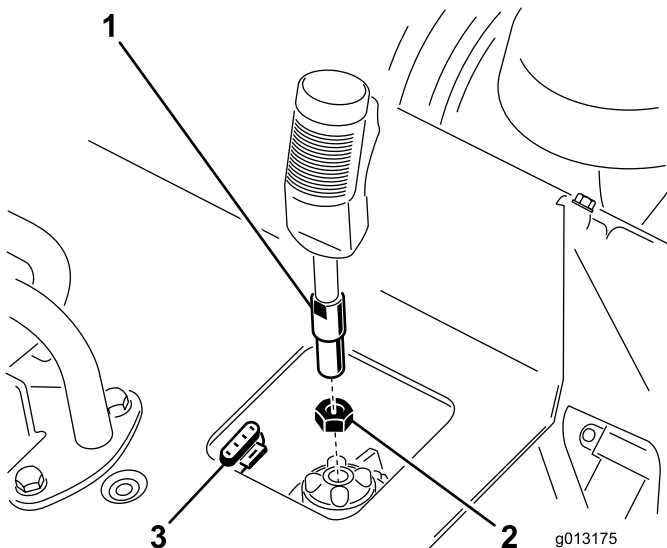

Figura 4
1. Enrosque la contratuercas sobre la palanca de control del desbastador (Figura 4).
3. Con el gatillo orientado hacia adelante, apriete la contratuercas contra el alojamiento para sujetar la palanca (Figura 4).
4. Conecte el cable de la palanca al conector de 4 pines situado debajo del panel de control (Figura 4).
2. Enrosque la palanca de control del desbastador en el alojamiento del panel de control (Figura 4).